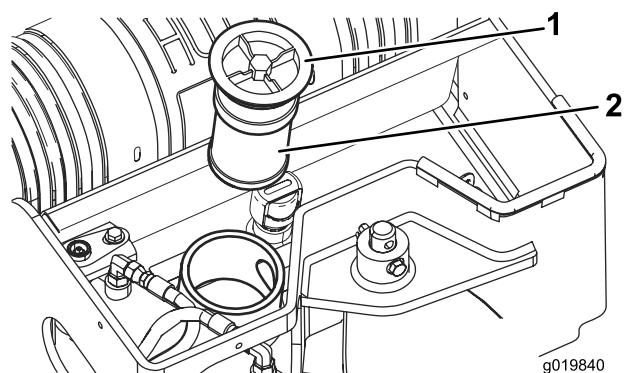

Figura 60
5. Retire e elimine o filtro velho (Figura 60).
6. Instale o filtro hidráulico de substituição e a tampa do tubo de enchimento (Figura 60) e aperte o parafuso na parte superior com 21 a 25 N m.
- Retire a cobertura do depósito do hidráulico e o filtro (Figura 60).
- Instale o filtro hidráulico e a tampa do tubo de enchimento (Figura 60) e aperte o parafuso na parte superior com 21 a 25 N m.